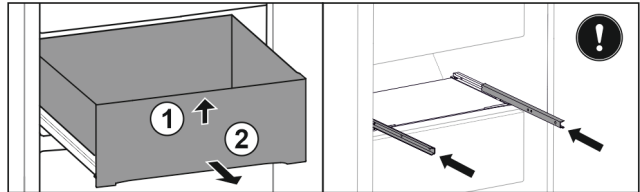

Fig. 45
- ▶ Приподнимите выдвижной ящик спереди. Fig. 45 (1)
- ▶ Извлеките выдвижной ящик движением вперед. Fig. 45 (2)